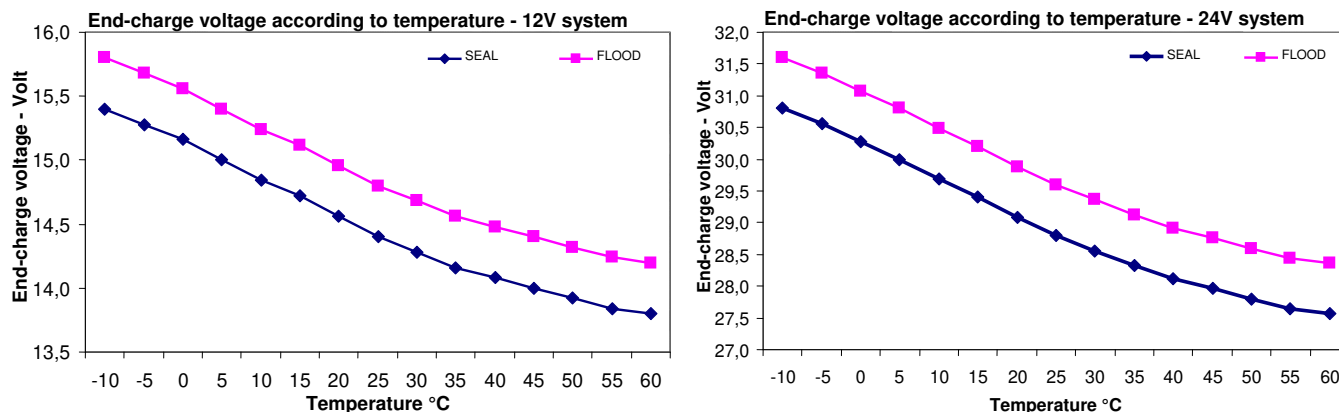

Fig.3 Courbe de compensation de la tension de recharge $Veoc$ en fonction de la température de batterie
- 3) Vérifier l'allumage correct de la charge. Si la charge n'est allumée que la nuit, il est possible de simuler la nuit en débranchant momentanément l'un des fils du module PV. Avec la charge allumée, vérifier le courant que ce dernier a absorbé en lisant l'information sur la page spécifique du module LCD (Fig.3).
SETUP SEAL ◀▶ SETUP FLOOD ◀▶ SETUP L 14.0 V ◀▶ SETUP L 14.7 V	Elle configure la tension de la charge pour la batterie. SEAL doit être configuré pour les batteries au plomb hermétiques VRLA ou GEL (*). FOOD doit être configuré pour les batteries au plomb à vase ouvert (*). Li doit être configuré pour la charge des batteries au lithium. Non seulement il faut activer le programme « Li » mais il faut configurer également la tension de fin de charge conformément aux indications du fabricant de la batterie lithium-ion. Le dispositif WMarine10 permet de configurer la tension de charge Li dans l'intervalle 14.0 V – 14.7 V pour les systèmes à 12 V, 28.0V – 29.4V pour les systèmes à 24V. Il faut consulter le manuel de la batterie sélectionnée pour choisir la bonne valeur de la tension de charge pour les batteries au lithium. Lorsque le programme Li est activé, la tension de fin de charge n'est pas compensée en température mais elle est configurée à la valeur sélectionnée pour chaque valeur de température lue par le dispositif WMarine10. *Les tensions de charge relatives à chaque programme, qui sont indiquées sur les Fig.3, Tab.4 suivantes, doivent être choisies selon les indications du fabricant de la batterie.